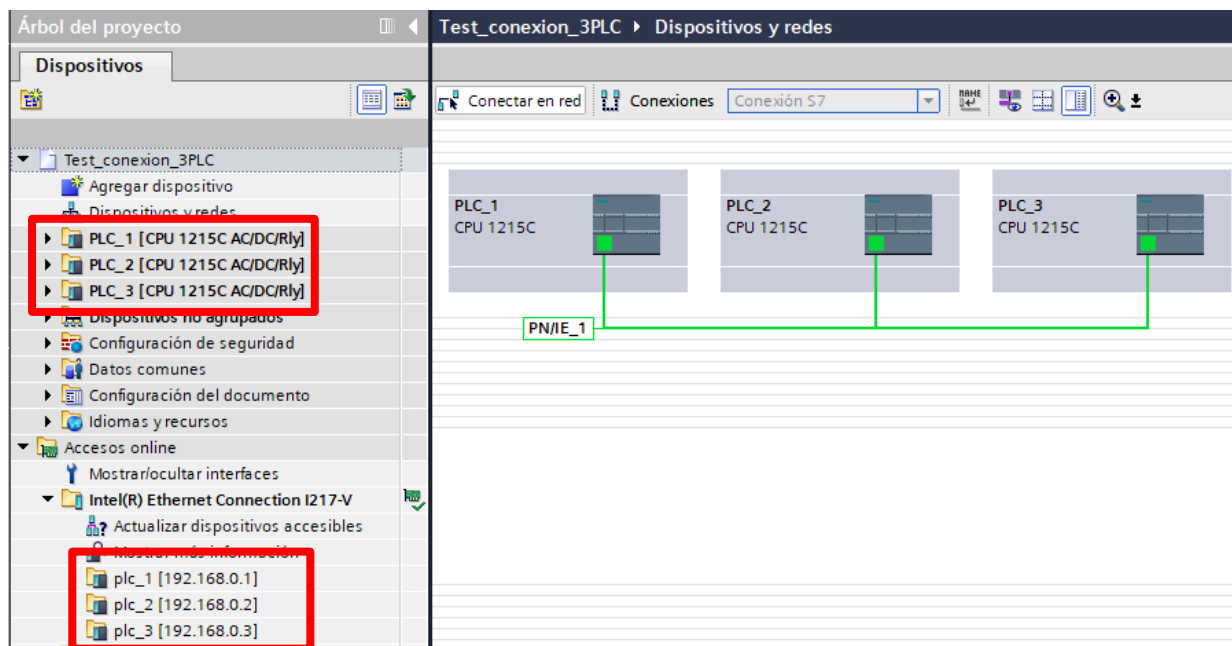

Figura 11. Proyecto en SIEMENS TIA Portal mostrando la conexión mediante PROFINET de tres PLC SIEMENS 1215C
Existen diferentes formas de conectar e intercambiar datos entre varios PLC utilizando una red PROFINET. En este apartado vamos a aprender a trabajar con las más habituales, a través de un proyecto de software mediante SIEMENS TIA Portal (Figura 11).
3. Una vez que las IP estén bien configuradas y puedas conectarte a cada PLC, deshaz la conexión online y configura una conexión PN/IE entre los dos PLC (figura 11).